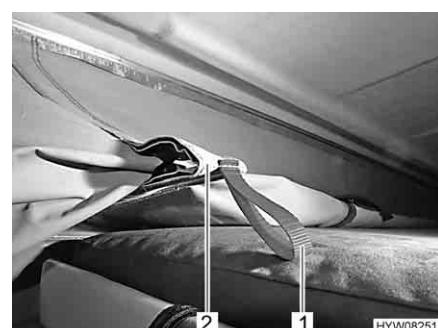

Fig. 72 Dispositivo di inserzione
- Tirare lentamente verso il basso il tetto a soffietto (Fig. 70,1) tenendolo per le maniglie (Fig. 70,2) o le cinghie ausiliarie (Fig. 70,3) fino a che il tetto a soffietto rimane autonomamente in questa posizione. Prestare attenzione a che i dispositivi di inserzione laterali (Fig. 72,2) si pieghino verso l'interno.
- Tirare il tessuto della tenda per i passanti (Fig. 72,1) del dispositivo di inserzione (Fig. 72,2) verso l'interno.